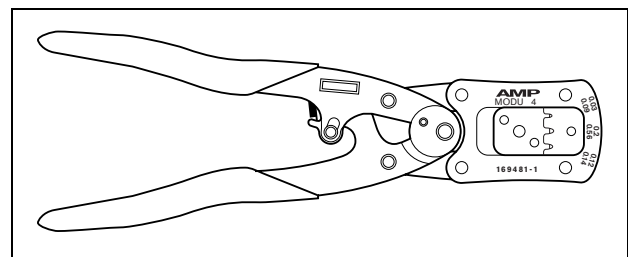

Abbildung 18.15: Tyco-Zange AMP Modu 4 169481-1
- Tyco-Zange AMP Modu 4 169481-1 (siehe Abbildung 18.15)